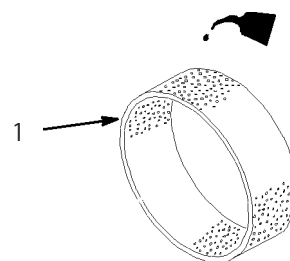

図32
4. 乾いたら新しいエンジン・オイルを30～60 cc含ませる(図32)。